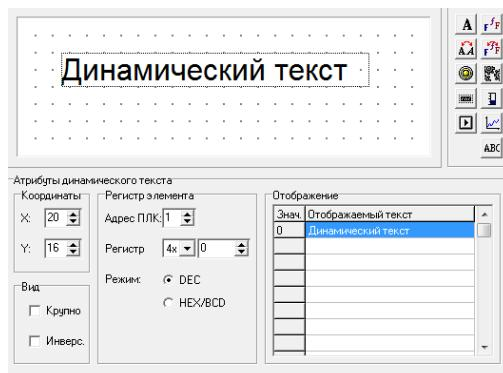

Рис. 4.6. Динамический текст
- Нажать кнопку . Откроется область задания параметров изменяющихся текстов (см. рис. 4.6).